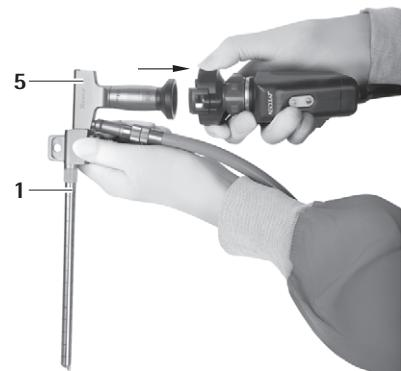
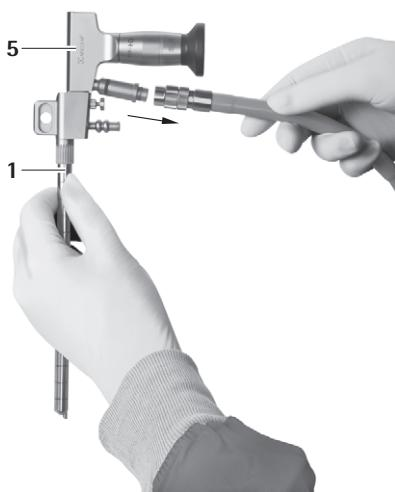

Fig. 6
Fig. 7
- Separar a câmara e o cabo de luz do endoscópio 5, ver Fig. 6 e ver Fig. 7.